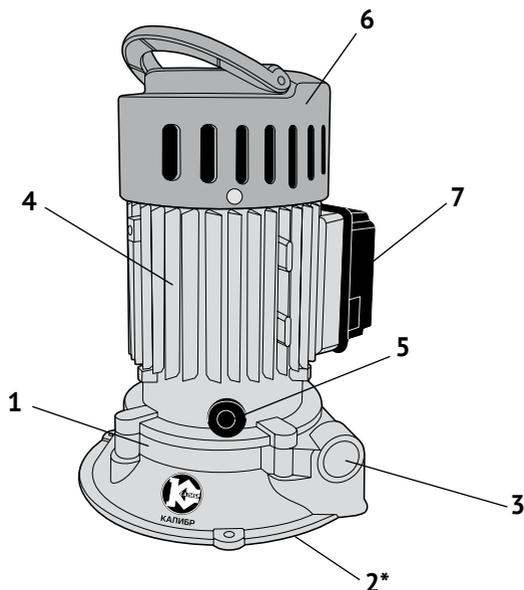

рис.1
Насос - гидравлическая машина, преобразующая механическую энергию приводного двигателя в энергию жидкости, обеспечивающее её движение. Привод насоса осуществляется однофазным асинхронным двигателем переменного тока (рис.1 поз.2). На якорь двигателя крепится рабочее колесо (крыльчатка) насоса, расположенное в корпусе из нержавеющей стали (рис.1 поз.1). На корпусе насоса стрелкой указано направление вращения рабочего колеса. Режим работы двигателя S1 - продолжительный. Входное (всасывающее рис.1 поз.4) и выходное (нагнетающее рис.1 поз.5) отверстия имеют внутреннюю резьбу  $\frac{3}{4}$  дюйма. В комплект поставки входят два штуцера для присоединения труб (шлангов) с резьбой  $\frac{3}{4}$ .
Общий вид насоса представлен на рис.1
- после электрического подсоединения, блок управления (рис.1 поз.7) должен быть плотно закрыт, чтобы избежать попадания в него влаги;
- открыть вентиль В и отвернуть винт стравливания воздуха (рис.1 поз.5) на 2 – 3 оборота;